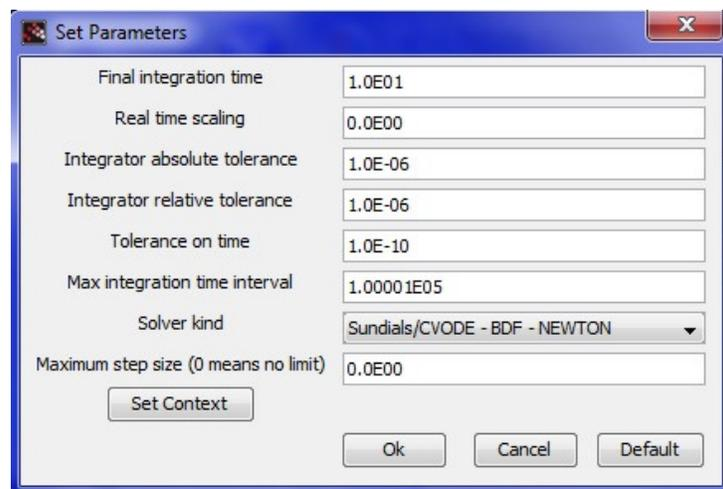

Figura 8.6.- Parámetros (default) usados para la simulación del sistema mecánico.
- 1) El paso de integración del método (solver) utilizado por Scilab tiene una precisión controlada por los parámetros de tolerancia absoluta, relativa y de tiempo y por el paso máximo de integración utilizado. Si deseamos un resultado más preciso de la simulación debemos modificar estos parámetros accediendo a la ventana de configuración (ver figura 8.6), sin embargo, *en la mayoría de los casos los parámetros por default son los más adecuados.*